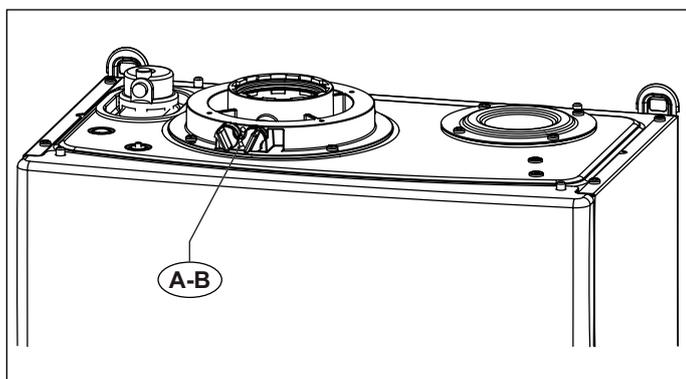
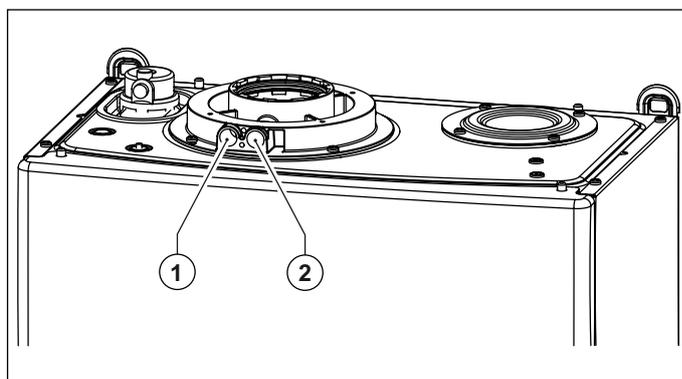

Fig. 15 Posición tapones
Fig. 16 Posición orificios
La caldera cuenta con una torre para la conexión de la tubería de aspiración del aire/evacuación de humos (ver Fig. 15 Posición tapones y Fig. 16 Posición orificios).
En la torre han sido preparados orificios para el acceso directo del aire de combustión y a la evacuación de los humos (ver Fig. 16 Posición orificios).
Antes de efectuar las mediciones quitar los tapones **A** y **B** de los orificios preparados sobre la torre (ver Fig. 15 Posición tapones).
- medida del aire comburente tomada en el agujero específico **1** (ver Fig. 16 Posición orificios).
- medición de la temperatura de los humos y del CO2 tomada en el orificio **2** (ver Fig. 16 Posición orificios).